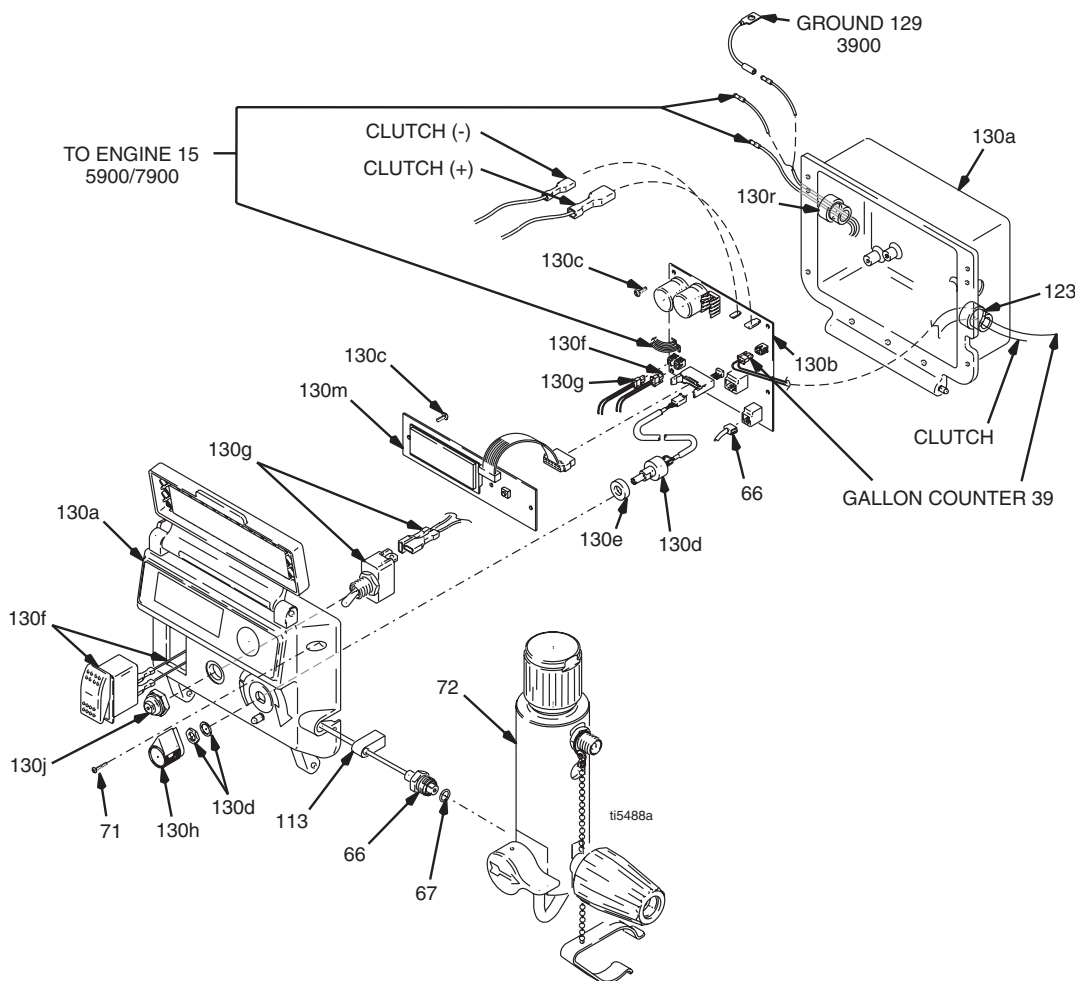

Рис. 14
- a. Рис. 14. Отверните два винта (71) и отодвиньте кожух (130a).
12. Рис. 14. Подключите соединители троса сцепления ко внутренней стороне регулировки давления.
1. Рис. 14. Отверните два винта (71) и отодвиньте кожух кожух (130а).
1. Рис. 14. Отверните два винта (71) и отодвиньте кожух кожух (130а)
- Подвод от трансдуктора (66)
- Подвод от датчика счетчика галлонов (39)
1. Рис. 14. Установите четыре винта (130с) и контрольное табло (130b).
2. Отсоедините подвод трансдуктора (66) от контрольного табло (130b).
3. Вытащите соединитель трансдуктора через проходную изолирующую втулку (113).
4. Снимите трансдуктор регулировки давления (66) и кольцевое уплотнение (67) с корпуса фильтра (72).
1. Рис. 14. Установите кольцевое уплотнение (67) и трансдуктор регулировки давления (66) на корпус фильтра (72). Затяните до 35 - 45 дюйм-фунт.
3. Подсоедините подвод трансдуктора (66) к контрольному табло (130b).
4. Отодвиньте кожух (130а) и закрепите двумя болтами (71).
2. Рис. 14. Установите потенциометр, гайку вала, шайбу Гровера и ручку потенциометра (130h).